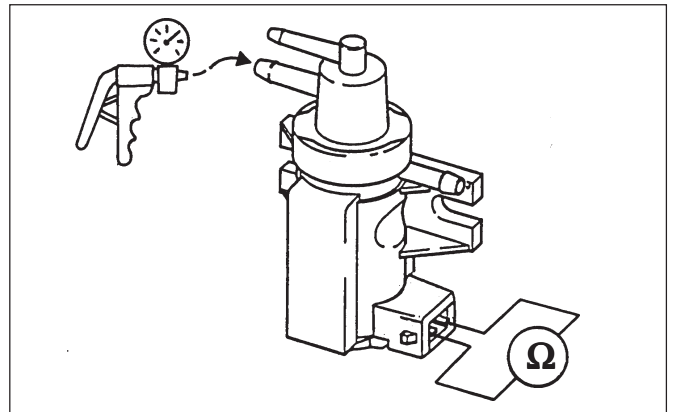

Abb. 6
- Widerstand zwischen den Kontakten des EPW messen (siehe → Abb. 6)